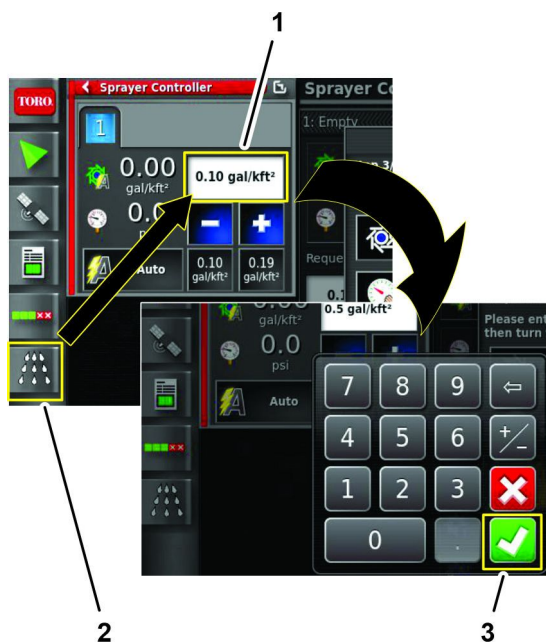

Figura 141
2. Pressione o ícone CONTROLO DA TAXA DE APLICAÇÃO, pressione o ícone TAXA DE APLICAÇÃO SOLICITADA, utilize o teclado virtual para introduzir a taxa de aplicação alvo e, em seguida, pressione o ícone Confirmar (Figura 141).